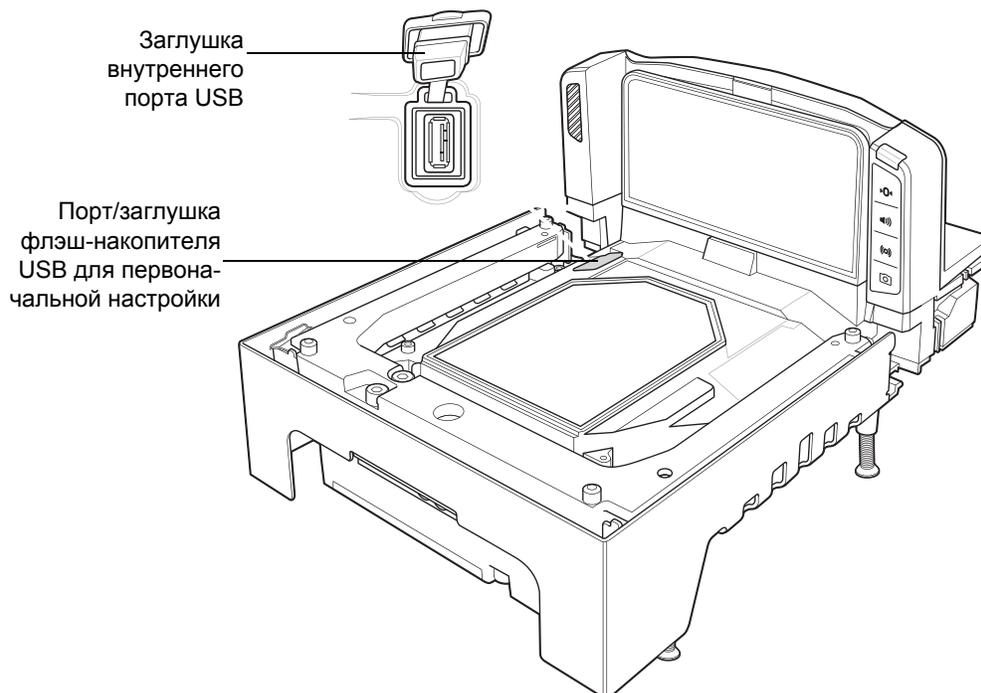

Рис. 5-12 Внутренний USB-порт, расположенный под платформой
Сканер MP70XX имеет три USB-порта, которые можно использовать для загрузки файлов (см. Рис. 5-12):
- Подключите флэш-накопитель к одному из USB-портов сканера MP70XX (Рис. 5-12) и выберите *Опция 1 — Загрузка файлов* (см. Шаг 3).